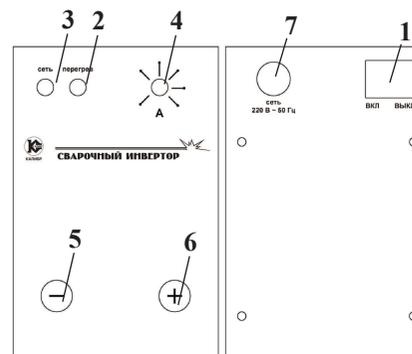

рис. 1
Общий вид инверторов схематично представлен на рис. 1:
7.4 Ток сварки регулируется с помощью ручки 4 (рис. 1).